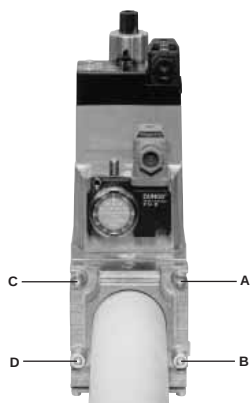
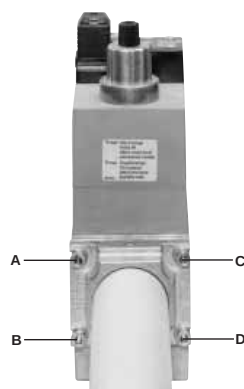

Рис. 13
Рис. 14
3. Затянуть винты A, B, C и D (Рис. 13 - Рис. 14).